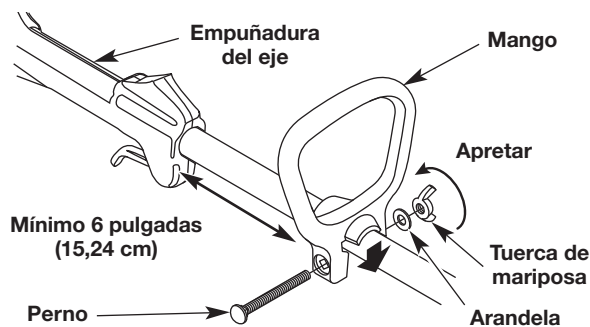

Fig. 3
1. Empuje el mango hacia abajo hasta el cuerpo del eje (Fig. 3). El orificio del perno cuadrado de la manija deberá quedar a la derecha.
2. Inserte el perno en el orificio y empújelo a través (Fig. 3). Coloque la arandela en el perno. Enrosque la tuerca de mariposa en el perno, pero no la apriete por completo.
3. Sin dejar de sujetar la unidad en posición de operación (Fig. 10), mueva el mango hasta el lugar que le dé el mejor agarre. Colóquelo a una distancia mínima de 6 pulgadas (15.24 cm) de la base de la empuñadura del eje (Fig. 3).
1. Afloje la tuerca de mariposa (Fig. 3).
2. Sin dejar de sujetar la unidad en posición de operación (Fig. 10), mueva el mango hasta el lugar que le dé el mejor agarre. Colóquelo a una distancia mínima de 6 pulgadas (15.24 cm) de la base de la empuñadura del eje (Fig. 3).